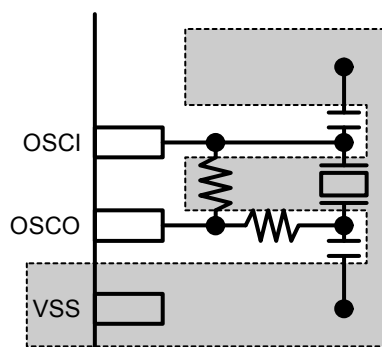

図 9.4 発振回路 VSS パターン例
- OSCI, OSCO 端子と配線は、基板の隣接する層も含め、VSS でシールドしてください。配線する層は、図 9.4 のように広めにシールドしてください。隣接する層については、できれば全面をグラウンド層に、最低でも上記端子と配線の周囲を 5mm 以上カバーするようにシールドしてください。この対策を施した場合でも、前述の通りデジタル信号線との並走は禁止します。他の層での交差についても、スイッチング頻度の低い信号以外はできるだけ避けてください。